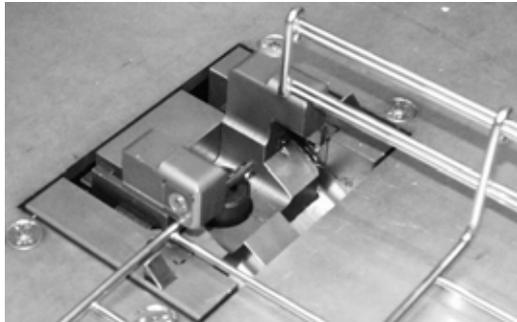

Figura 4.36 – Taglio del tratto di filo di base
7. per lo spezzone a larghezza maggiore tagliare, con taglio singolo, il tratto di filo di base lungo 50 mm rimasto dal precedente taglio (figura 4.36).